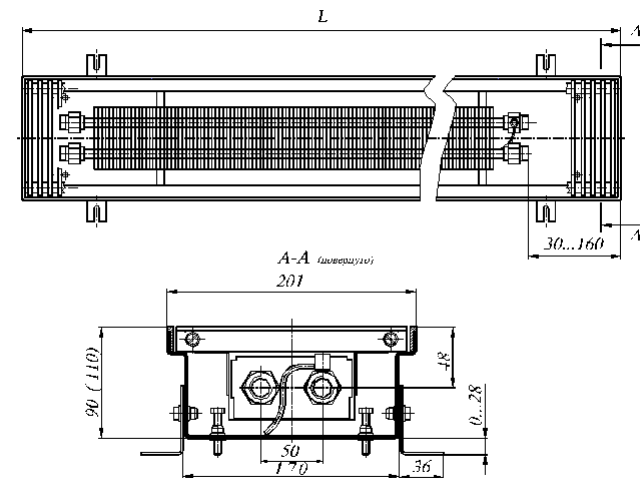

Рис. 2 Конвектор КРКП 20.09 60...300 проходной
- 5.2 Конвектор монтируется в пол, для этого необходимо установить корпус конвектора в заранее подготовленный канал в полу и выровнять его по уровню чистого пола, с помощью упорных болтов 4 закрепив опорами 5 (см. Рис.2).